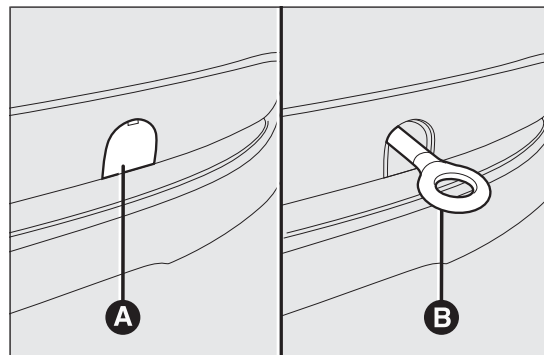

РИС. 132
- извлечь буксировочное кольцо В РИС. 132 из его гнезда в ящике инструментов;